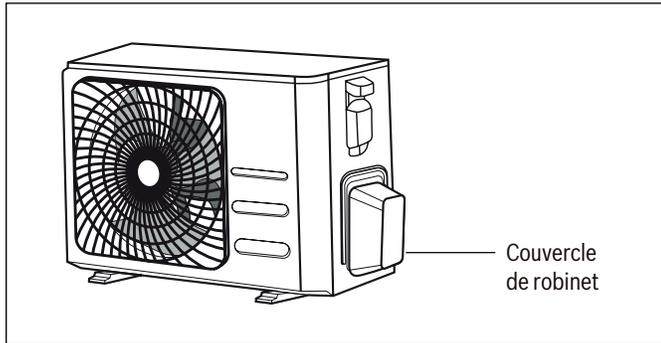

Figure 34
1. Dévissez et retirez le couvercle sur le côté du module extérieur. Voir la figure 34.